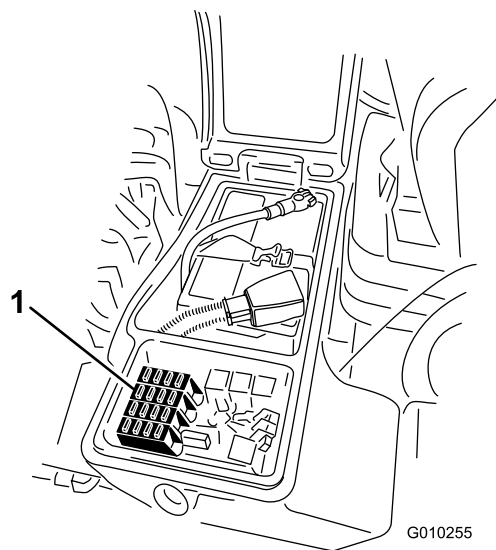
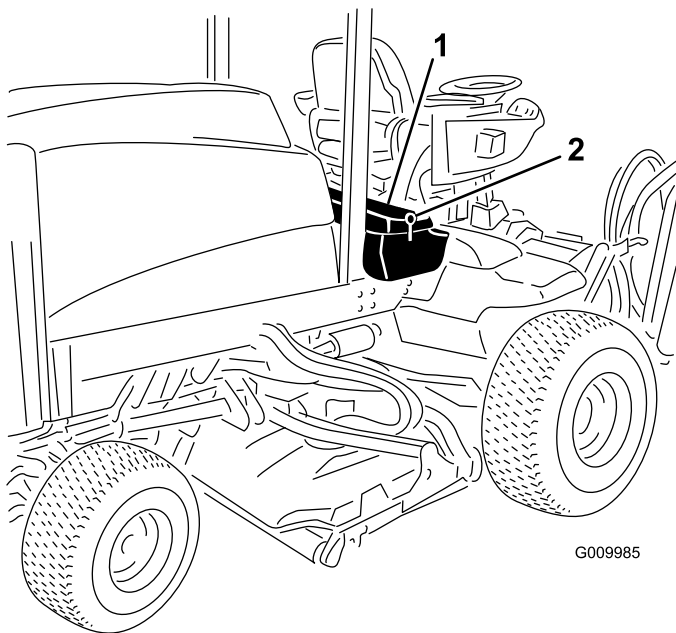

図 69
図 68
1. 右側の物入れのカバーのラッチを外して、カバーを上を開く図 68。
1. 右側の物入れのカバーのラッチを外してベルトカバーを外し図 68、ヒューズブロックを露出させる図 69。
2. 必要に応じてヒューズを交換する図 69。